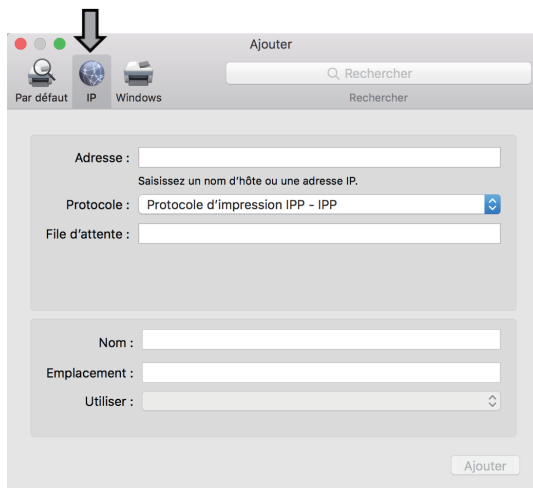

Fig.8
Maintenez le bouton FEED enfoncé tout en allumant l'imprimante. Relâchez le bouton après avoir entendu un bip. L'imprimante imprimera automatiquement une page de test (voir Figure 8).
③ Ouvrez les « Paramètres du système » et accédez à l'interface « Ajouter une imprimante ». Ensuite, cliquez sur l'onglet IP pour continuer (voir Figure 8).